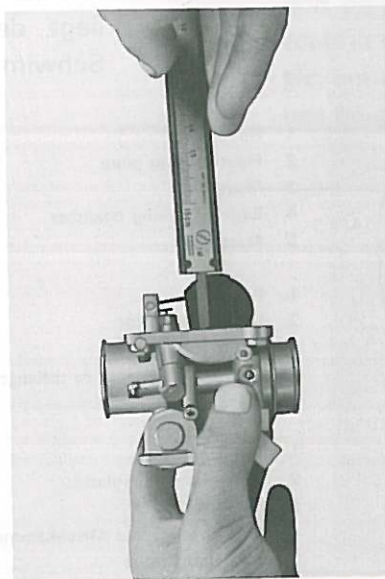

Fig. 4-2-15
- e. Using a vernier caliper, measure the distance of the float arm from the top of the float chamber gasket seat (gasket removed) to the float arm. (Fig. 4-2-15)
- e. A l'aide d'un pied à coulisse, mesurer alors la distance entre la lamelle du flotteur et le plan du joint de cuve à flotteur (joint enlevé): cette distance est le "niveau du flotteur". (Fig. 4-2-15)
- e. Mit einer Schublehre den Abstand vom Schwimmerhalter zur Oberkante des Dichtungssitzes (Dichtung entfernt) am Schwimmergehäuse messen. (Fig. 4-2-15)